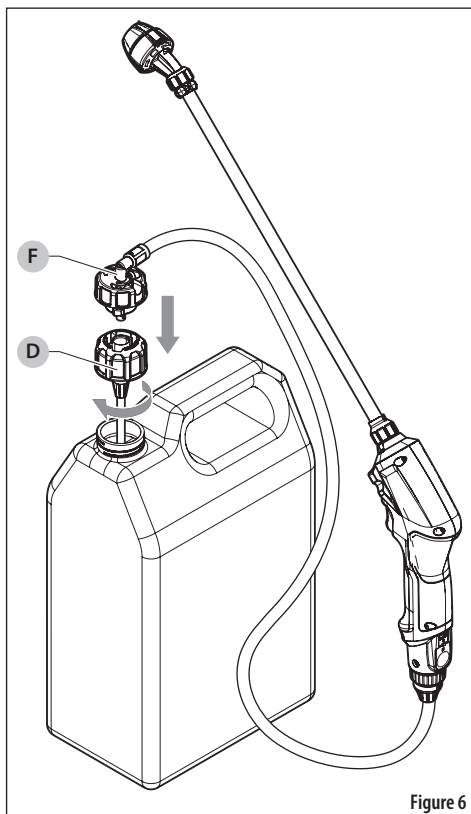

Figure 6
Le pulvérisateur de lance électrique peut également être utilisé avec n'importe quelle bouteille ayant une ouverture de 38 mm en utilisant le capuchon RTU (prêt à l'usage) (D) inclus. Voir Figure 6.